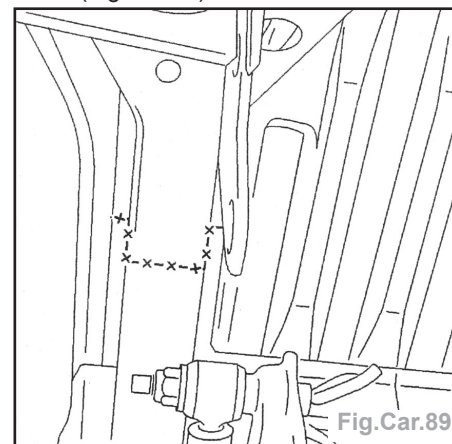

Fig.Car.89
- Découper le longeronnet à l'aide d'une scie (Fig.Car.89).